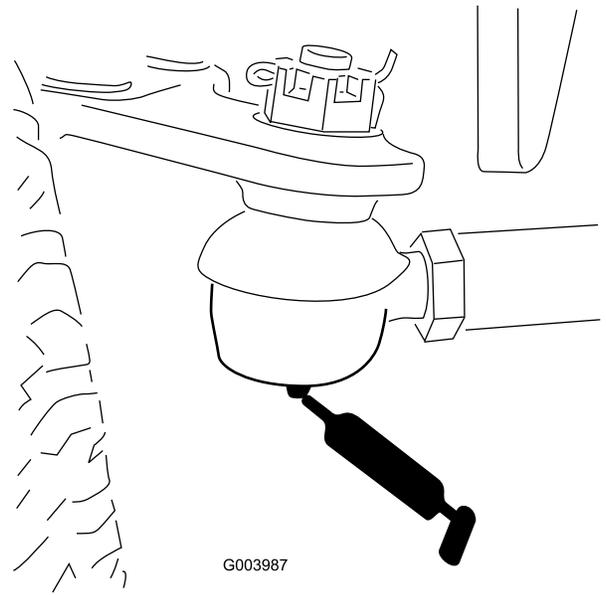

Figura 54
- Barra de ligação do eixo traseiro (2) (Figura 54)